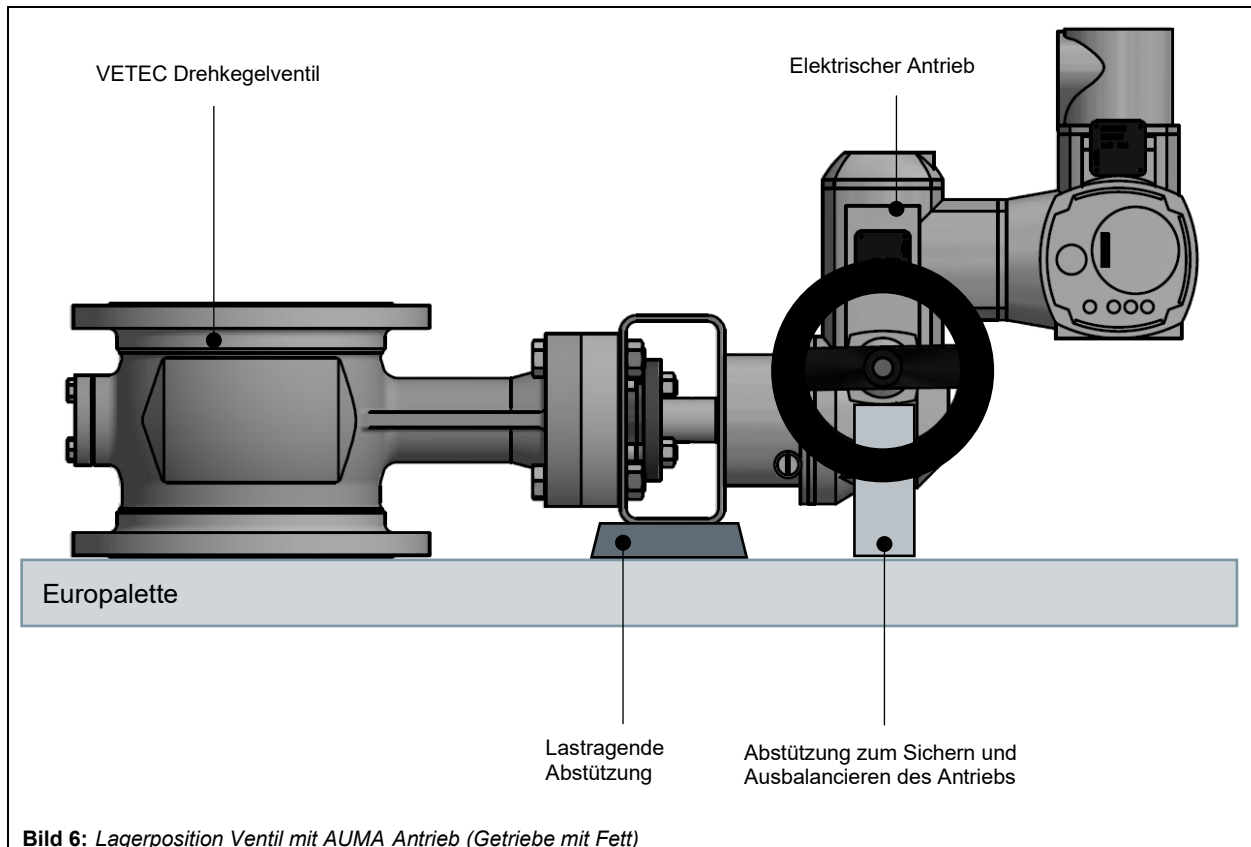

Bild 6: Lagerposition Ventil mit AUMA Antrieb (Getriebe mit Fett)
- Bei Verwendung von Öl im Getrieberaum des Antriebs, Stellventil senkrecht lagern, transportieren und einbauen. Vgl. Bild 6.
Bei längeren Lagerzeiten vgl. Bild 6.